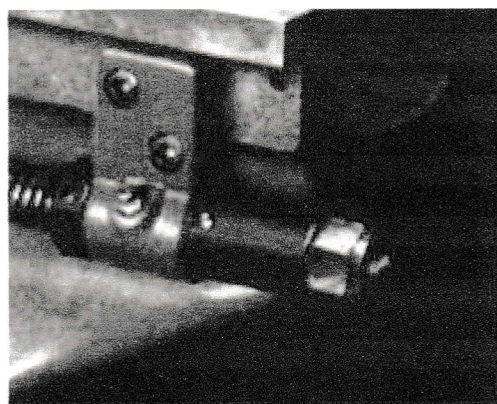

FIG. 15
- 5S Enlevez l'écrou Simmonds, du volant de manœuvre de la vis-mère et la goupille Dévissez les vis de fixation du palier support de vis-mère, et déposez-le. Fig. 15.